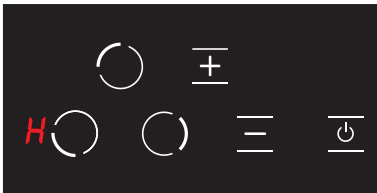

Abbildung 27
4. Nach diesem Vorgang geht das Produkt in den Standby - Modus. Wenn jedoch eine heiße Kochplatte vorhanden ist, selbst wenn das Produkt in den Standby-Modus wechselt, wird das Symbol **H** auf dem Bildschirm angezeigt. (siehe Abb. 27)